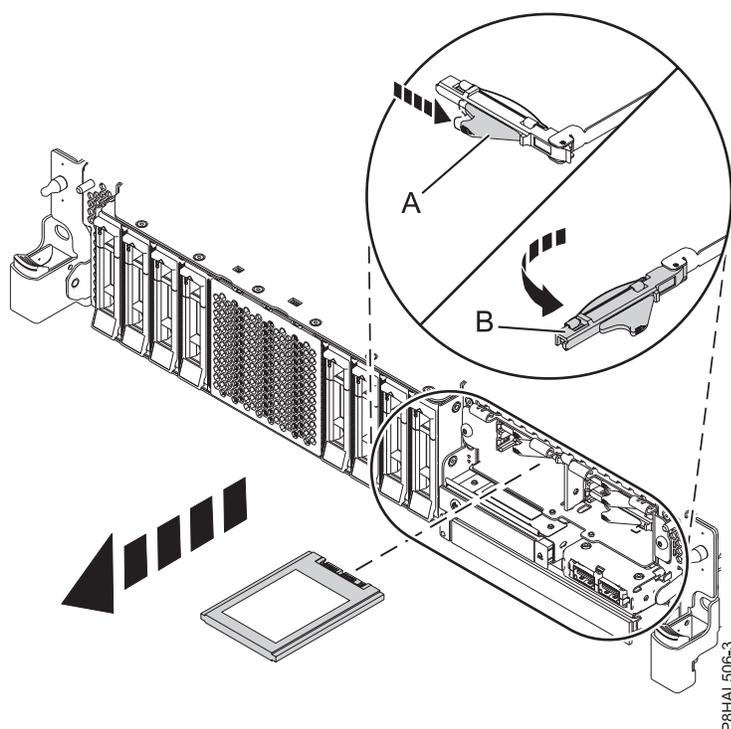

Figura 77. Remover uma unidade SSD de um sistema de função expandida
15. Quando o LED de identificação acender, desbloqueie a pega do compartimento de unidade **(B)** ao empurrar o trinco da pega **(A)** na direcção demonstrada e ao puxar a pega do compartimento de unidade **(B)** para fora, conforme demonstrado em Figura 77. Se a pega não estiver completamente fora, a unidade de disco de segunda geração não poderá deslizar para fora do sistema.